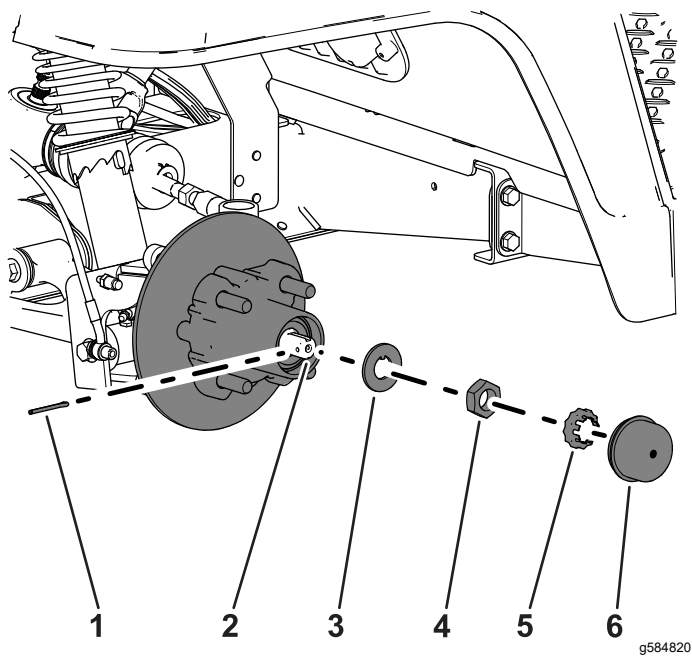
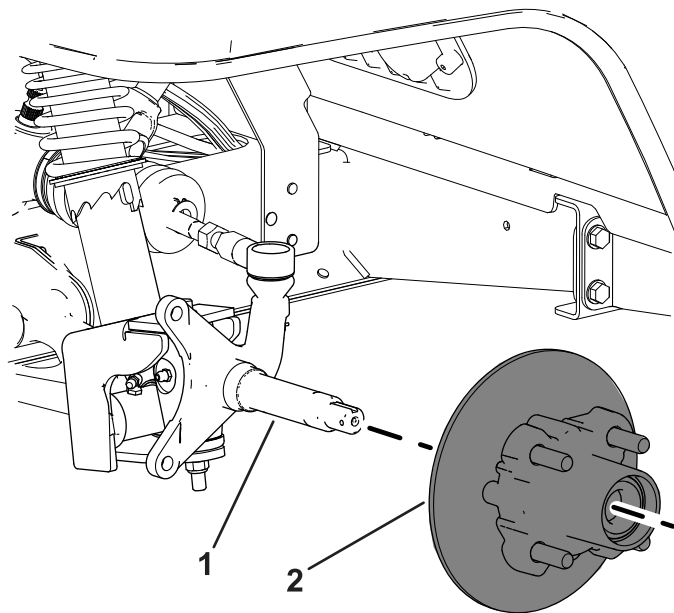

Figura 36
Figura 37
4. Retire el tapón guardapolvo del cubo (Figura 36).
5. Retire la chaveta y el retén del eje y la tuerca del eje (Figura 36).
6. Retire la tuerca del eje y separe el conjunto de cubo y rotor del eje (Figura 36 y Figura 37).